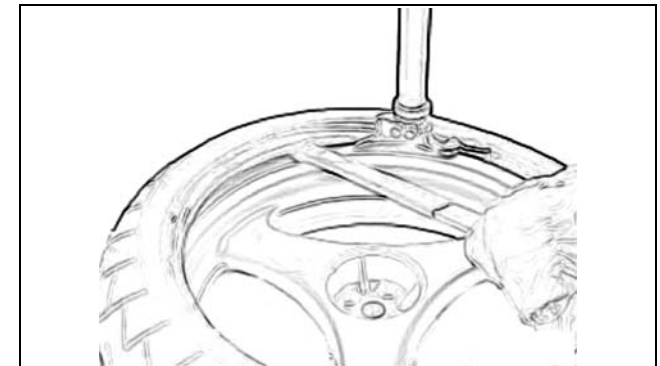

Fig. 18a
- A. After installing, the bottom bead insert the tire tool to the left of the bead head as shown (Fig. 18a). To protect decorative rims use protective sleeve p/n 0024180 (optional).
- A. Le talon inférieur installé, introduire le levier à gauche de l'outil de montage/démontage (voir Fig. 18a). Pour protéger les jantes de luxe, utiliser, sur le levier, la protection p/n 0024180 (optionnel).
- B. Presser la commande à pédale pour faire tourner l'autocentrante dans le sens horaire jusqu'à ce que le levier prenne appui sur l'outil de montage/démontage (Fig. 18a).